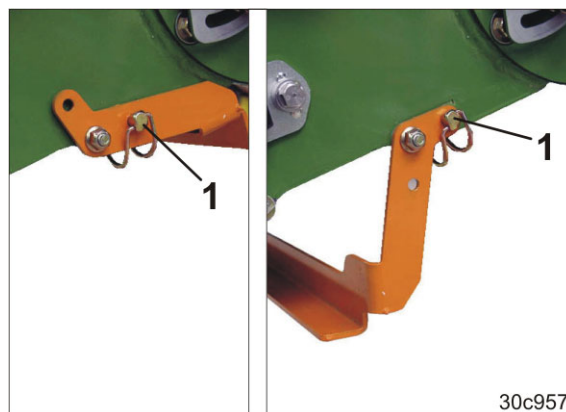

Fig. 256
3. Abaissez le support et bloquez-le [goupille d'arrêt (Fig. 256/1)].